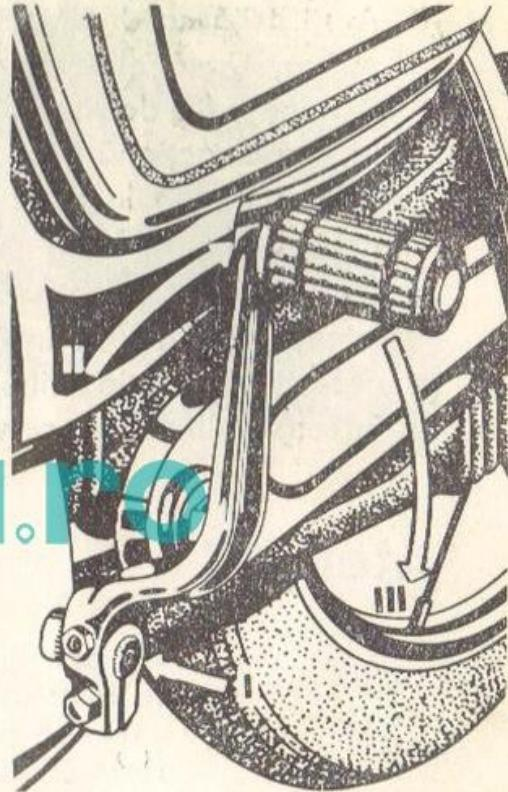

Fig. 7.
5. Împingeți spre motor pedala de schimbare a vitezelor și apoi rotiți-o în poziția indicată în fig. 7; acum acționați-o energetic cu piciorul.